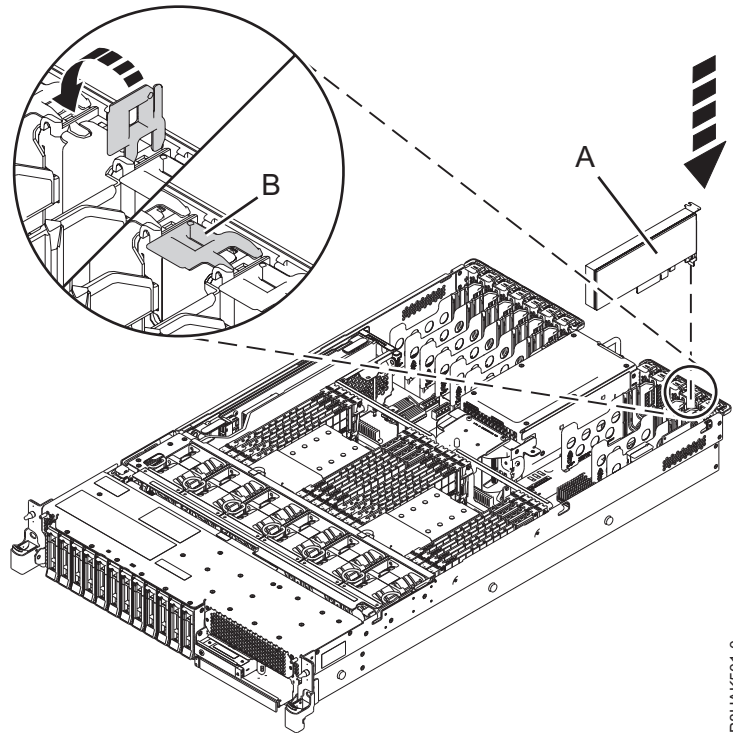

図 22. 5148-21L、5148-22L、 8247-21L、8247-22L、8284-21A、または 8284-22A システムでのPCIe アダプターの取り付けまたは再取り付け
7. ターゲット・スロットにあるアダプター・ラッチ (**B**) がまだオープンの場合、ラッチを、システム背面でそのクリップから外側に回転させて、ラッチを引っ張ってオープンにします (以下を参照)。 42 ページの図 22
8. アダプターの上端またはテール・ストックを注意深く握り、図に示すように、システム・バックプレーン (**A**) のスロットとそのコネクタにアダプターを位置合わせします。 42 ページの図 22
10. アダプターをスロットにロックするには、アダプター・ラッチ (**B**) を図に示されている方向に回転させます。 42 ページの図 22